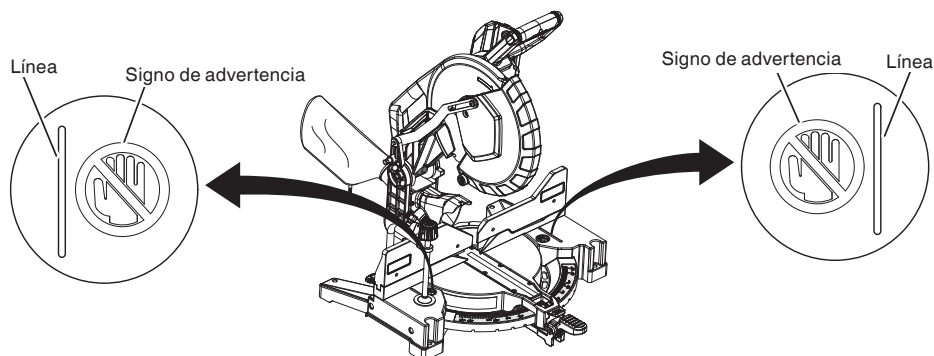

Fig. 16
* No coloque nunca sus miembros dentro de la línea cerca del signo de advertencia mientras esté utilizando la herramienta. Esto podría resultar peligroso (consulte la Fig. 16).